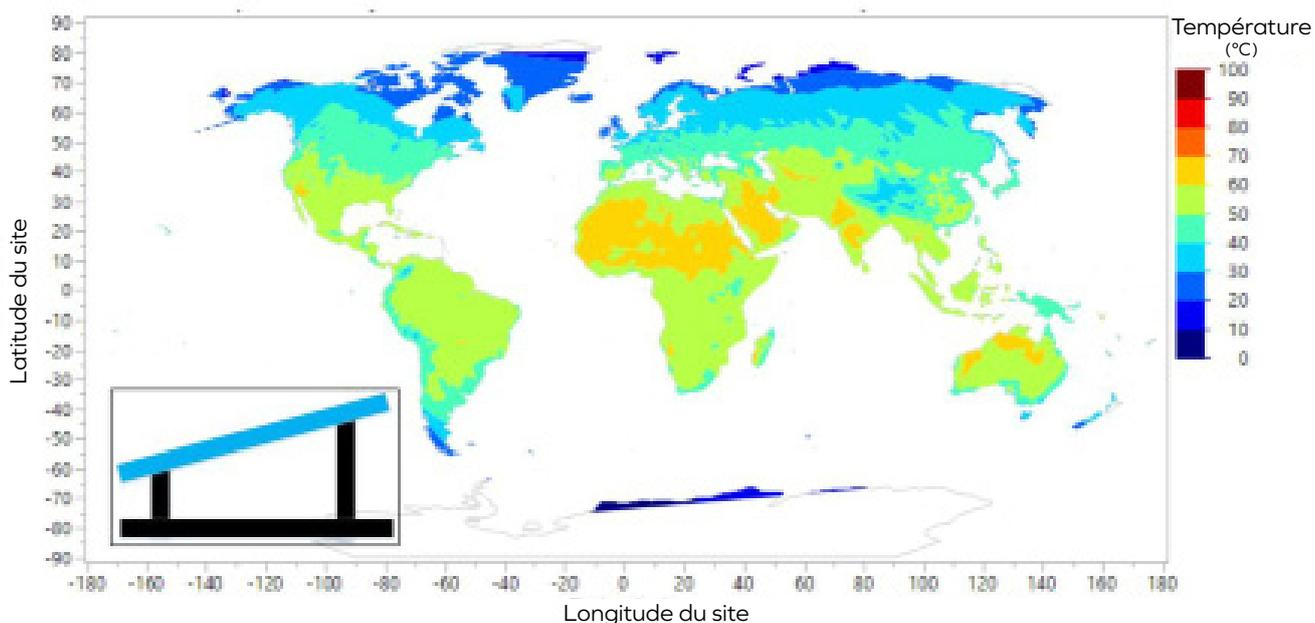

Figure A.2 – 98e centile de température pour un champ solaire sur structures, ou sans restriction thermique.
- La température de fonctionnement est influencée par la distance minimale entre le bas du module et la surface du toit ou du mur. Cette distance est liée au climat. La figure A.2 montre la distribution des zones climatiques des types de climat de Köppen pour la période allant de 1901 à 2010. Dans toutes les régions climatiques, à l'exception de la zone BWh, la distance minimale doit être de 10,2 cm (4,0 in). Si vous souhaitez déterminer une distance spécifique pour votre projet situé dans la zone climatique BWh, veuillez contacter le service technique d'EDF ENR PWT. Pour plus d'informations sur les types de climat Köppen, veuillez vous référer à <http://hanschen.org/koppen>.